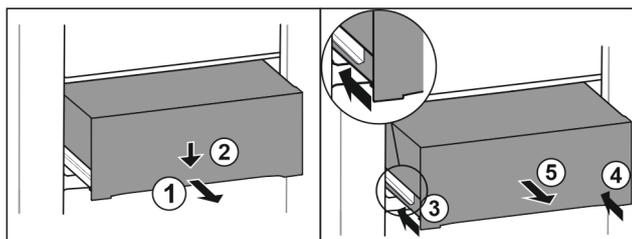

Fig. 99
- ▶ Vytiahnite zásuvku do polovice. Fig. 99 (1)
- ▶ Zatlačte zásuvku na prednej strane smerom nadol. Fig. 99 (2)
- ▶ Zasuňte ľavú koľajničku o cca 2 cm. Fig. 99 (3)
- ▶ Zasuňte pravú koľajničku o cca 2 cm. Fig. 99 (4)
- ▶ Odoberte zásuvku dopredu. Fig. 99 (5)